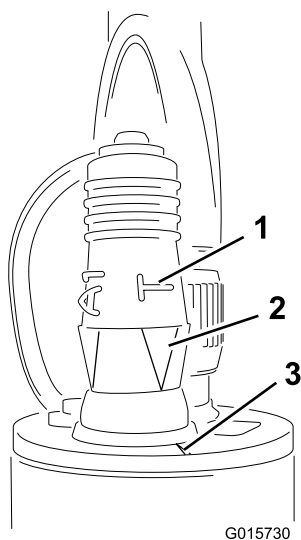

Figure 11
5. Posez la fiche de programmation sur le capteur (Figure 11).
Important: Veillez à bien aligner la flèche sous le "T" couché, avec le cran sur le bord supérieur du capteur (Figure 11).